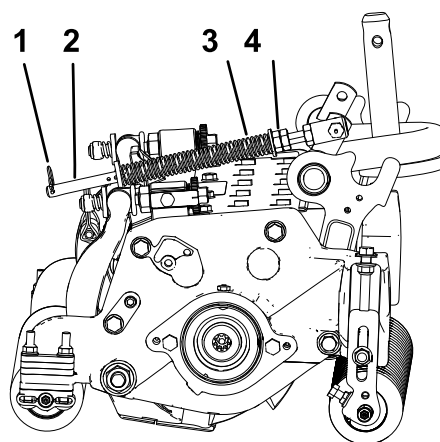

Bild 16
1. Stellen Sie sicher, dass der Splint in das hintere Loch in der Federstange eingesetzt ist (Bild 16).
2. Ziehen Sie die Sechskantmutter vorne an der Federstange an, bis die komprimierte Länge der Feder 15,9 cm beträgt (Bild 16).